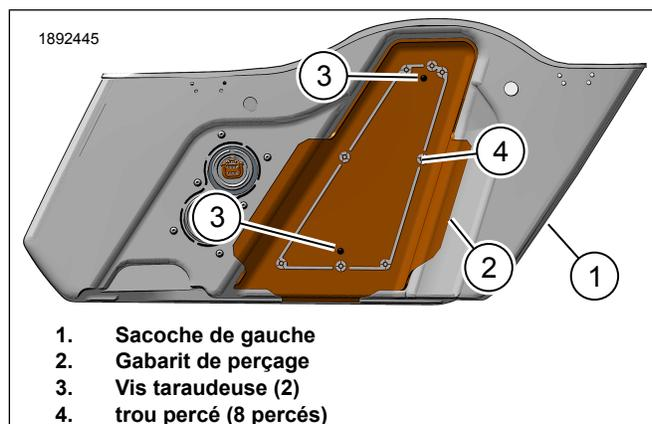

Figure 2. Gabarit de perçage de la sacoche de gauche
1. Voir la Figure 2. Positionnez le gabarit de perçage sur la sacoche gauche.
- a. Couvrez toute la zone du gabarit de perçage (2) sur la sacoche de gauche (1) avec du ruban-cache.
- b. Installez le gabarit de perçage (2).
- c. Protégez tout le périmètre du gabarit de perçage (2) avec du ruban-cache.
- d. Installez des vis taraudeuses (3) pour maintenir le gabarit de perçage (2).